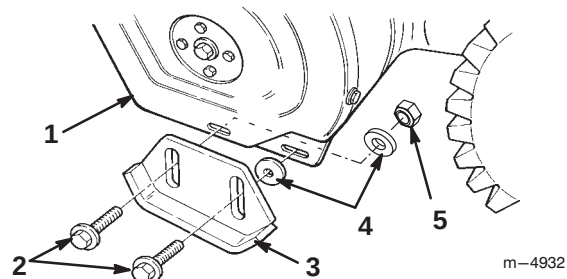

Bild 10
3. Entfernen Sie die beiden Bundbolzen und Flachscheiben, mit denen die Enden der Schürfleiste an den Seitenplatten befestigt sind (Bild 10).
5. Bringen Sie eine Scheibe zwischen jeder Kufe und der Seitenplatte an (Bild 10). Ziehen Sie die Bolzen nicht fest.
7. Bringen Sie eine Scheibe und eine Sicherungsmutter hinter der Seitenplatte (an der Innenseite) an (Bild 10). Ziehen Sie die Bolzen nicht fest.